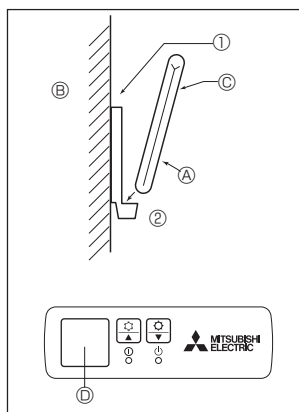
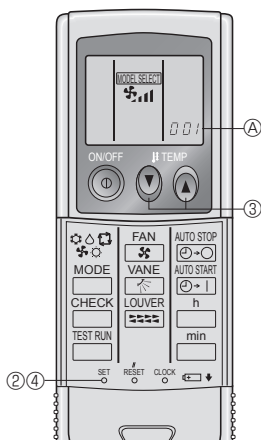

Fig. 6-2
Fig. 6-3
2) Fremgangsmåde til installation (Fig. 6-2)
- ① Fastgør fjernbetjeningsholderen på det ønskede sted ved brug af to selvskærende skruer.
- ② Placer den nedre ende af fjernbetjeningen i holderen.
3) Indstilling (Fig. 6-3)
- ① Indsæt batterier.
- ② Tryk på SET-knappen med en spids genstand. **MODEL SELECT** blinker, og Model No. lyser.
- ③ Tryk på temp-knappen \odot \odot for at indstille Model No. Hvis du gjorde noget forkert under betjeningen, skal du trykke på ON/OFF \odot -knappen og begynde forfra fra punkt ③.
- ④ Tryk på SET-knappen med en spids genstand. **MODEL SELECT** og Model No. lyser i tre sekunder, hvorefter de slukkes.